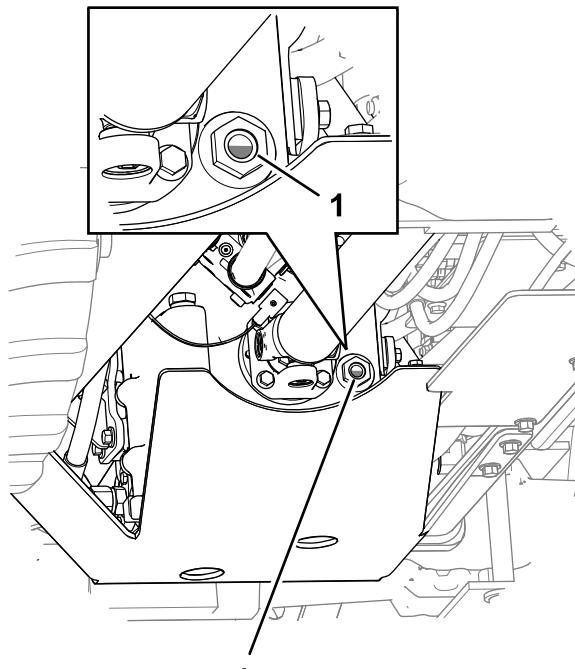
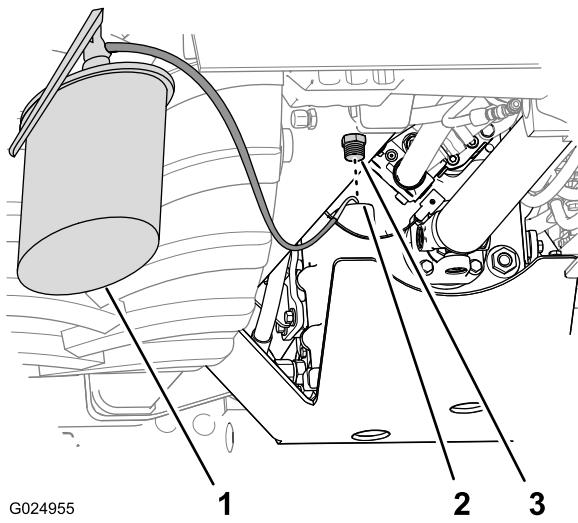

Figura 2
Figura 3
5. Attendete almeno 10 minuti e poi controllate il livello dell'olio nella trasmissione nella spia di livello (Figura 2).
- A. Rimuovete il tappo di riempimento dal foro di riempimento della trasmissione (Figura 3).
- D. Riempite la trasmissione con l'olio specificato attraverso il foro di riempimento fino a quando il livello dell'olio non copre da 1/2 a 3/4 della finestra della spia di livello (Figura 2 e Figura 3).
- E. Montate saldamente il tappo di riempimento nel foro di riempimento (Figura 3).
- 9. Attendete 10 minuti e poi controllate il livello dell'olio della trasmissione nella spia di livello (Figura 2).